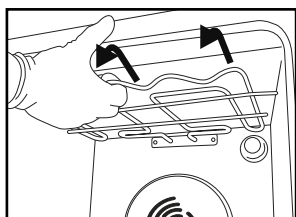
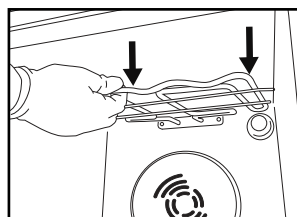

Fig. 3
Fig. 4
2. Træk let ud i varmelegemet (fig. 3), og sænk det (fig. 4).